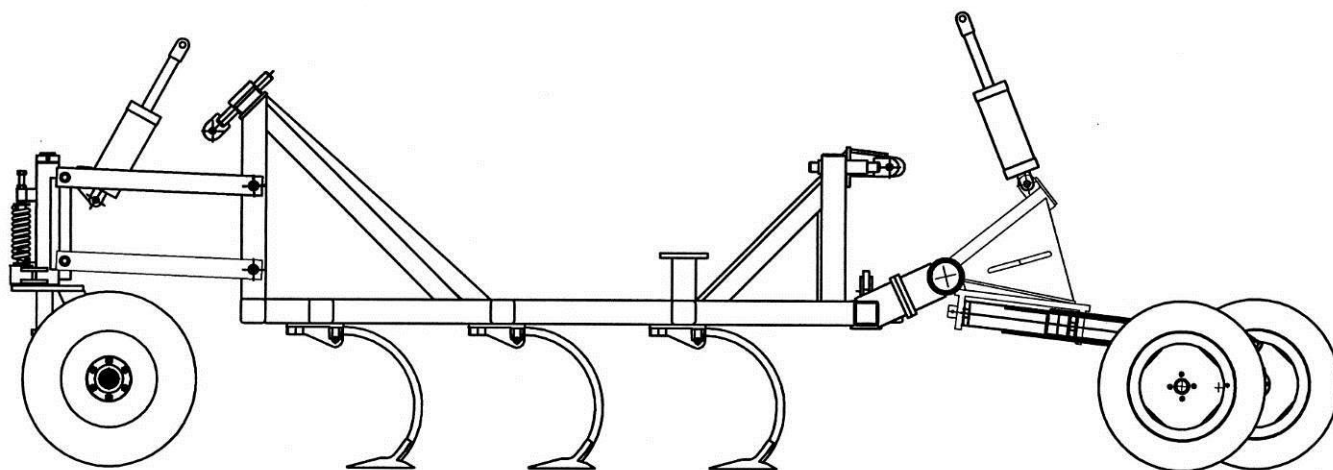

Рис. 6.4.7. Положение гидроцилиндров при стравливании воздуха
- 4) Отсоединить штоковые концы цилиндров и поднять их так, чтобы штоковые входы (выходы) были выше (рис. 6.4.7).